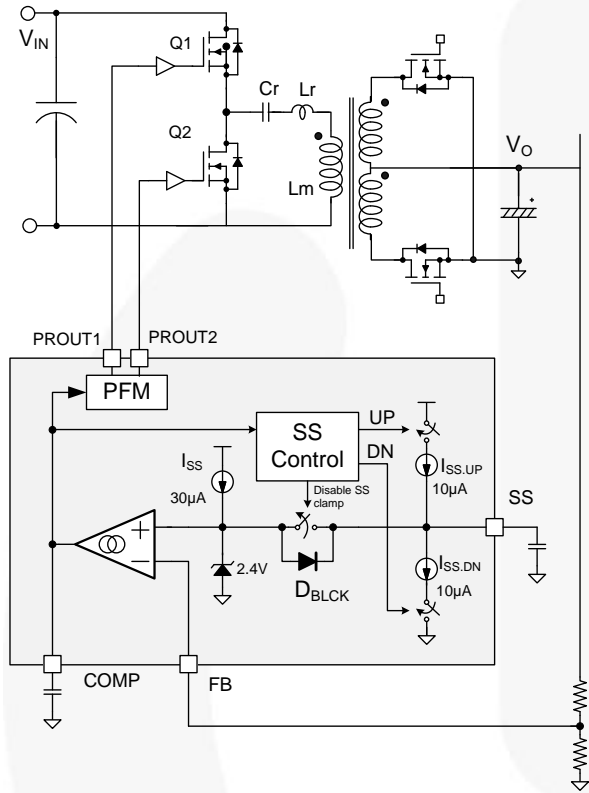

图 68. 闭环软启动的原理图
图 68 显示了反馈控制和闭环软启动的简化电路框图。在正常的稳态运行中，软启动 (SS) 引脚将连接到箝位在 2.4 V 的误差放大器同相输入端。反馈环路在检测到的输出电压与 SS 引脚电压相同时运行。在启动期间，内部电流源极 ( $I_{SS,T}$ ) 会对 SS 电容器进行充电，SS 引脚电压将逐渐增加。由于处于闭环 SS 控制，因此输出电压也会单调增加。